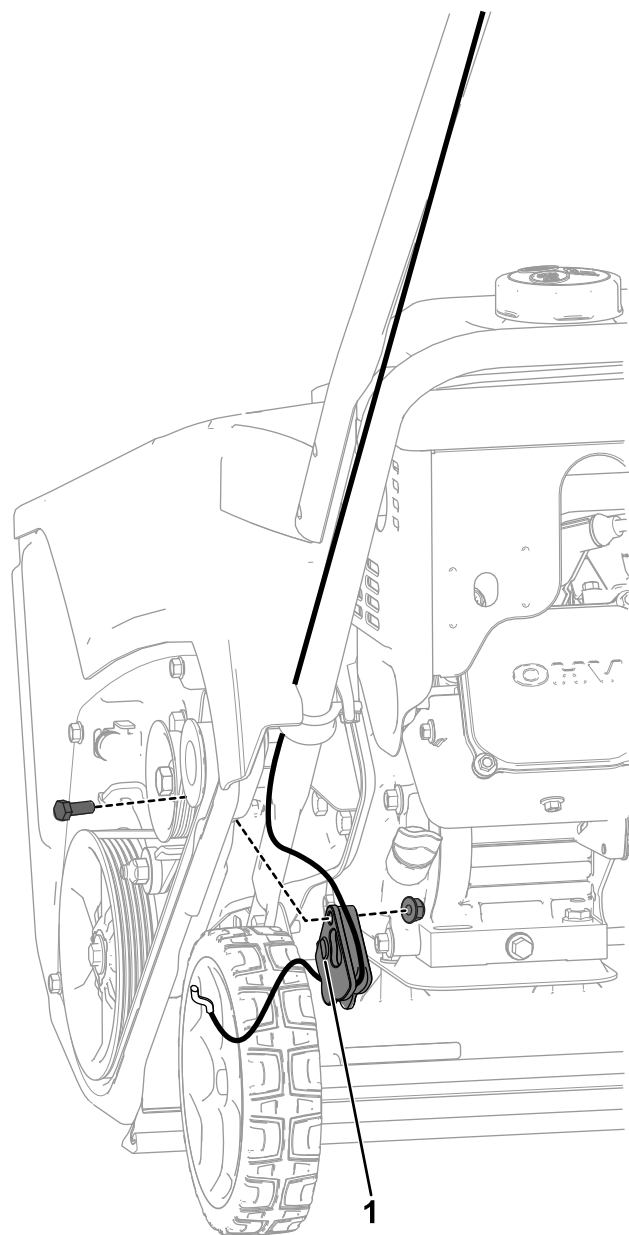

Figura 4
2. Prenda o conjunto do guia de cabos à máquina utilizando o parafuso e porca fornecidos (Figura 4).